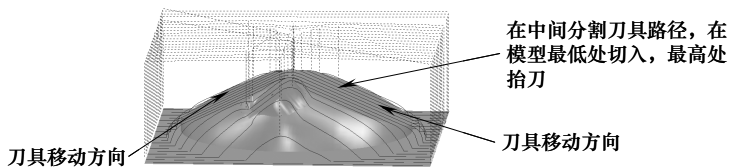

图 4-78 向上刀具路径
5) 向上:如图 4-78 所示,使刀具路径总是沿着零件结构面的坡度从下向上加工。为保证向上加工,系统会对刀具路径进行分割,重新安排单条刀具路径的切削方向,因此会产生较多的提刀动作。